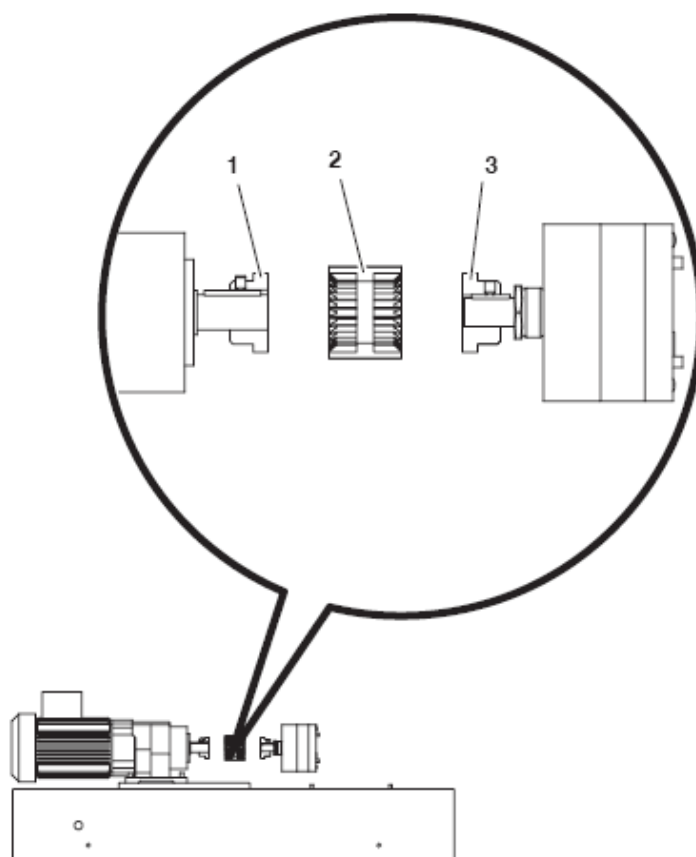

图 5-5 联轴器组件
6. 参见图 5-5 拧开将马达固定在胶机底座上的螺丝，然后后移马达。